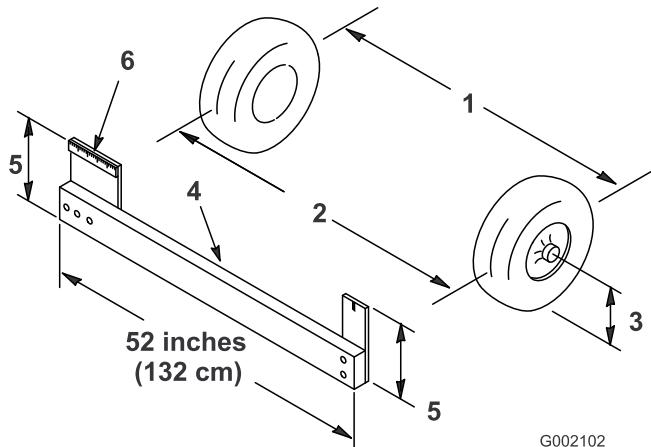

Figure 43
2. Mesurez la distance entre les roues avant à hauteur d'essieu, à l'avant et à l'arrière des roues (Figure 43). Un gabarit ou un compas à verges est nécessaire pour mesurer l'arrière des roues avant à hauteur d'essieu. Utilisez le même gabarit ou outil pour mesurer précisément l'avant des roues avant à hauteur d'essieu (Figure 43).